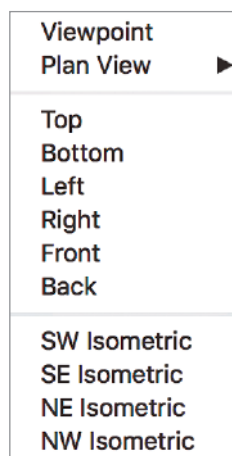

Fig. 5
- (► **Fig. 5**) *3D Views* (Viste 3D): disponibile nella *Tools Menu* alla voce *View*, permette di scegliere il punto di vista di un oggetto disegnato in 3D nelle proiezioni ortogonali (sono disponibili sei opzioni Alto, Basso, Sinistra, Destra, Fronte e Dietro), consente inoltre di variare l'orientamento degli assi assonometrici nelle posizioni Sud-Ovest, Sud-Est, Nord-Est e Nord-Ovest, come riportato nella raffigurazione della finestra delle opzioni.